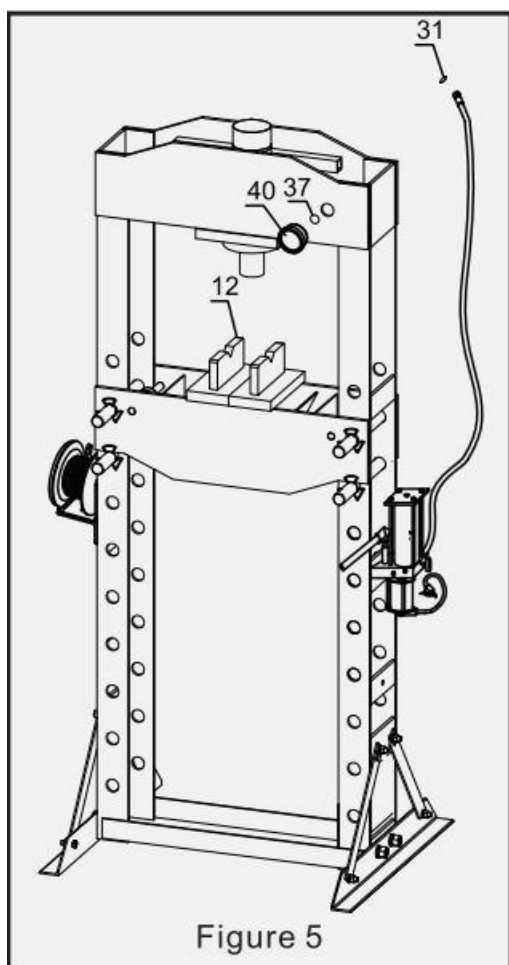

Figure 5
6. Připojte hadici k T spojce pomocí O-kroužku (31). Poté připevněte manometr (40) pomocí O-kroužku (37). Umístěte upínací desky (12) na lisovací stůl, viz obrázek „figure 5“.